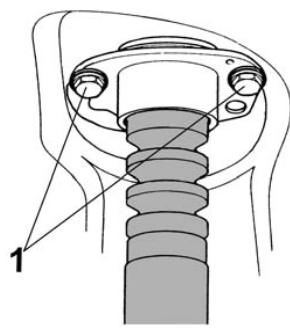

Fig. 7
- **Fig. 7** Obere Befestigungs-schrauben (1)entfernen.
- **Fig. 7** Remove upper fastening screw(s) (1).
- **Fig. 7** Dévisser les vis de fixation supérieures (1).
- **Fig. 7** Retirar el tornillo de sujeción superior (1).